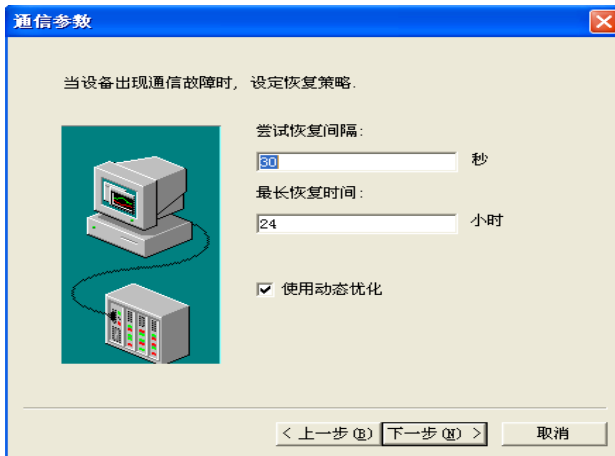

图 6.63 定义设备通讯参数
6. 继续单击“下一步”按钮，则弹出“设备配置向导——通讯参数”对话框，如下图 6.63 所示：